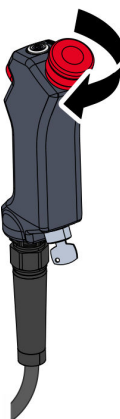

Abb. 84 Not-Halt-Taster entriegeln
02. Not-Halt-Taster durch Drehen im Uhrzeigersinn entriegeln Abb. 84.